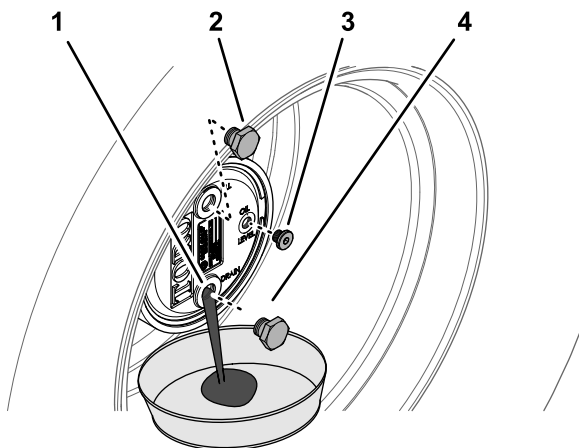

Figure 65
2. Enlevez le bouchon de remplissage de la position 12 heures et le bouchon de contrôle de la position 3 heures (Figure 65).
3. Placez un bac de vidange sous le moyeu du train planétaire, enlevez le bouchon de vidange à la position 6 heures et vidangez toute l'huile (Figure 65).
5. Insérez le bouchon de vidange dans l'orifice de vidange du carter de train planétaire (Figure 65).